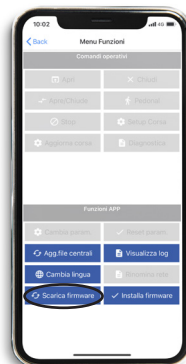

fig. 18
2. Entrare in "MENÙ FUNZIONI" e cliccare su "SCARICA FIRMWARE" (fig. 18)